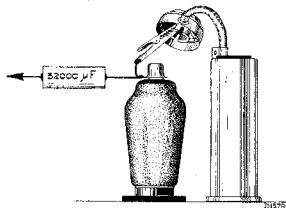

Fig. 2
wordt gedaan, zooals aangegeven in fig. 2; de roosterkring moet aan het rooster aangesloten blijven; het signaal wordt aangelegd via een condensator van 32000 μF . De volumeregelaar moet altijd op maximum gedraaid worden; als het signaal te sterk is moet men de verzwakker van de service zender terugdraaien. Wat betreft het trimmen van de H.F. en generatorkringen het volgende: De generator wordt afgestemd op een frequentie welke 128 Kc. hooger is dan de frequentie waarop de H.F. kringen zijn afgestemd.
2. Gemoduleerd signaal van 128 Kc. aan het stuurrooster van L1 aanleggen (fig. 2).